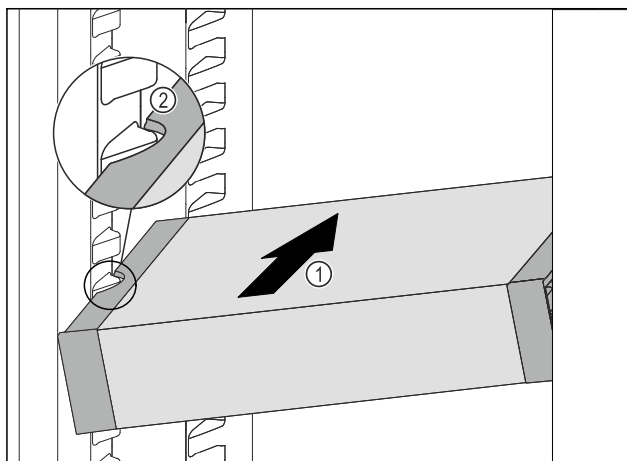

Fig. 151
- ▶ Zasuňte VarioSafe do chladničky pod úhlem tak Fig. 151 (1), aby vybrání na bocích Fig. 151 (2) VarioSafe byla na úrovni žebrování na nádoby v chladničce.